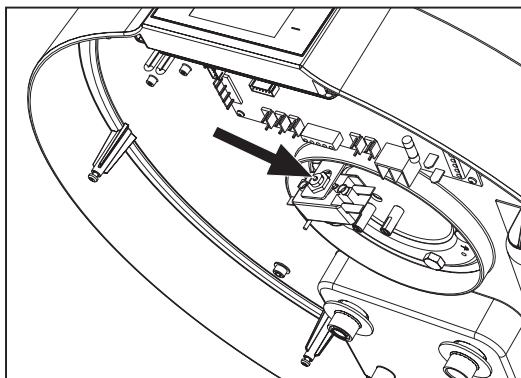

fig. 44 - Ripristino del termostato di sicurezza
- Ripristinare manualmente il termostato di sicurezza intervenuto (fig. 44). In caso di intervento il perno centrale del termostato fuoriesce per circa 2 mm.